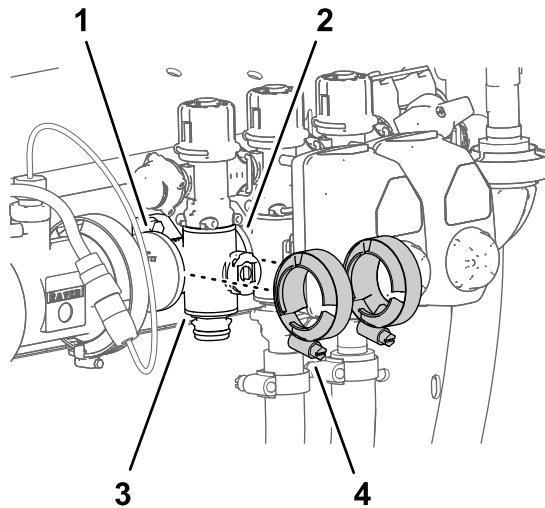

Bild 126
- Entfernen Sie die zwei Flanschklebmen, mit denen das Abschnittverteilerventil an den Flanschen der danebenliegenden Komponenten befestigt ist (Bild 126).